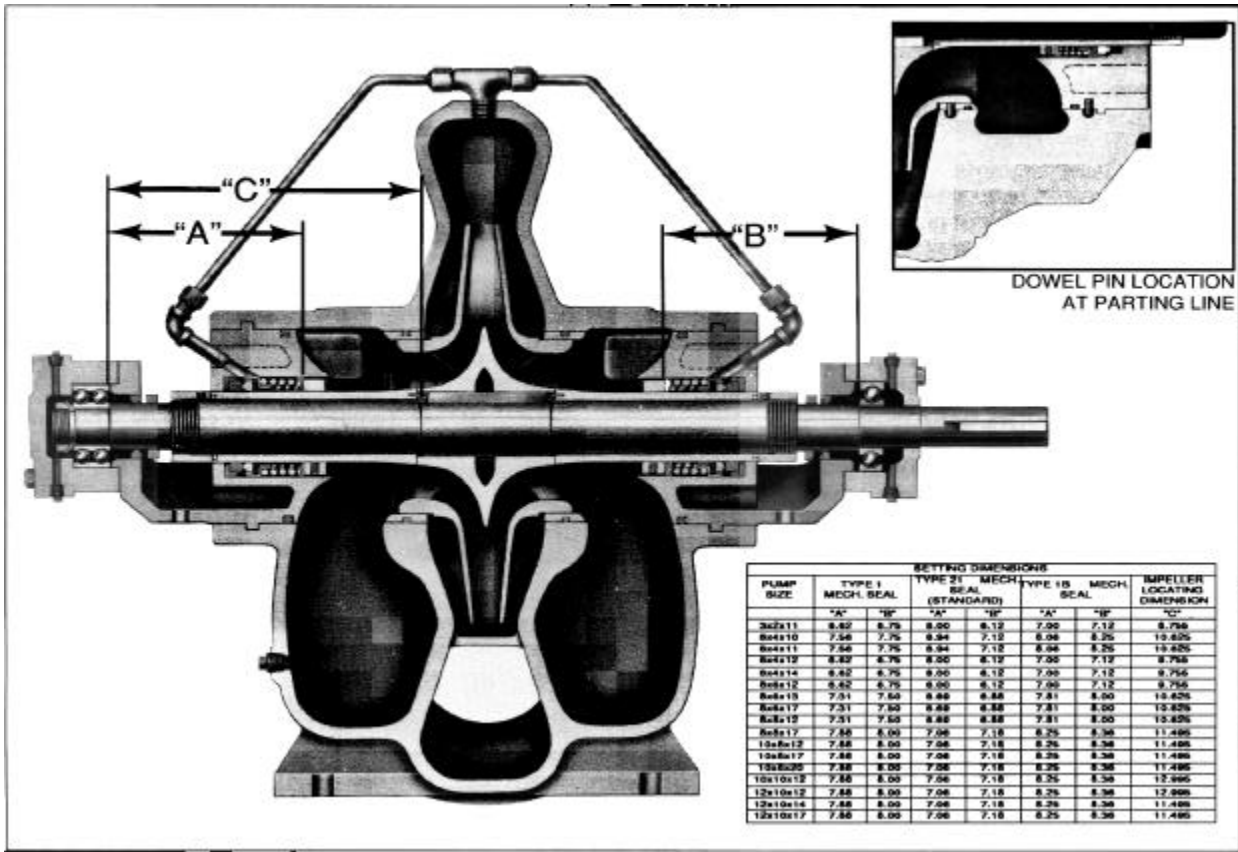

FIGURA 39 –SECCION DE ENSAMBLE: BOMBA CON SELLOS MECANICOS SOBRE LAS CAMISAS DEL EJE
13. Obtenga el la dimensión del collarín (3-914-1) de la tabla en la Figura 37 y trace la dimensión de la camisa del eje. Instale el collarín en la camisa de acuerdo a esta dimensión. (Las dimensiones de referencia “A” y “B” en la Figura 39).